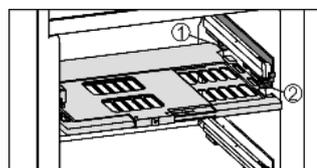

Fig. 11
- ▶ Feuchteregulierungsplatte einsetzen: Deckelstege der Platte von unten in die hintere Halterung Fig. 11 (1) einführen und vorne in die Halterung Fig. 11 (2) einrasten.